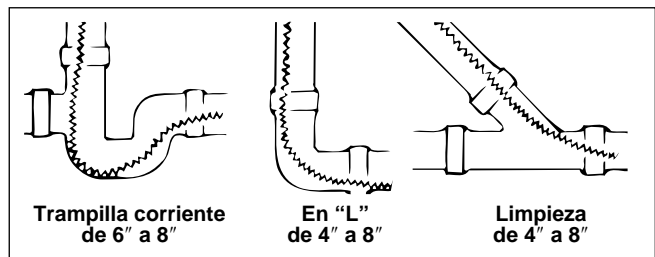

**Figura 2 – Aplicación estándar con cable**
**Cable Estándar** – Se puede usar cable estándar de 1 1/4" para líneas rectas de 3" a 6" y a través de acoplamientos. (Figura 2)